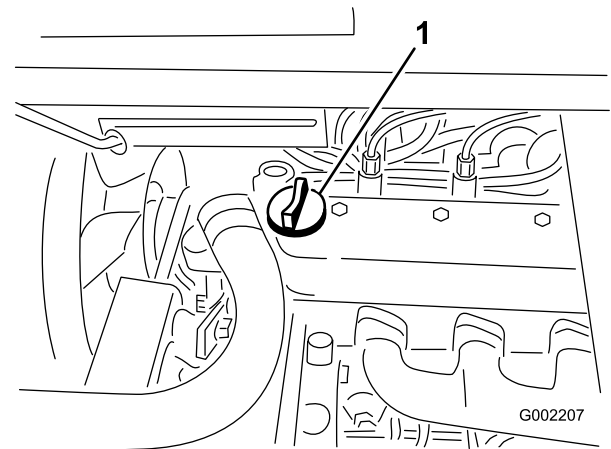

Figura 16
3. Si el nivel de aceite es bajo, retire el tapón de llenado de la cubierta de la válvula (Figura 16) y vierta aceite por el orificio hasta que el nivel llegue a la marca Lleno de la varilla; consulte el tipo y la viscosidad correctos en la sección Mantenimiento del aceite del motor. Añada el aceite lentamente y compruebe el nivel a menudo durante este proceso. No llene demasiado.